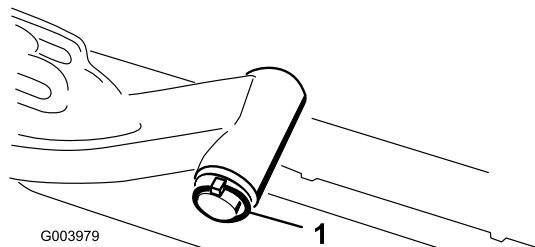

Figura 13
- A. Retire el pasador de seguridad y la arandela que fijan el eje pivotante del brazo de elevación al brazo de elevación, y deslice el eje pivotante fuera del brazo de elevación (Figura 13).
- C. Introduzca el eje del brazo de elevación en el brazo de elevación y fíjelo con la arandela y el pasador de seguridad (Figura 13).